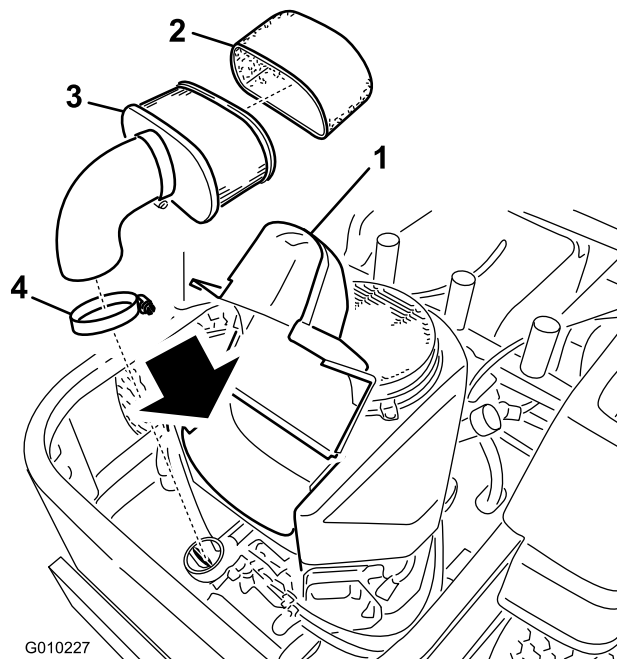

Figura 29
3. Pulite intorno al filtro dell'aria per evitare che la morchia possa penetrare nel motore provocando gravi danni. Allentate le due manopole di plastica presenti sul coperchio e rimuovete il coperchio del filtro dell'aria (Figura 29).
4. Togliete con cautela l'elemento in schiuma sintetica dall'elemento di carta (Figura 29).
5. Svitare il dado ad alette e togliete l'elemento di carta (Figura 29).